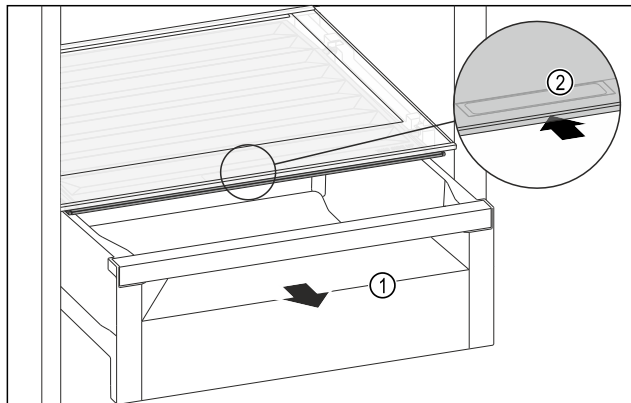

Fig. 105
- ▶ Zásuvku Fig. 105 (1) vytáhněte.
- ▶ Uchopte prohlubeň pro rukojeť Fig. 105 (2) na víku zásuvky a současně zasuňte víko zásuvky směrem dozadu.